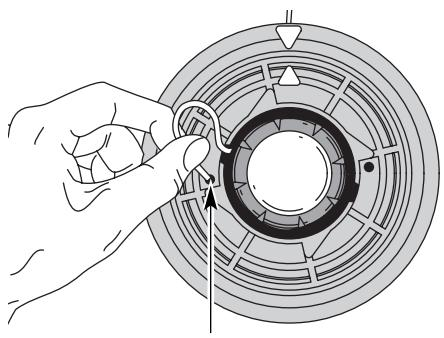

Fig. 19
5. Inserte la línea en el orificio de cierre. No empuje la línea más de 12,7 mm (1/2 pulgada) dentro del orificio de cierre. Cuando la línea está bien insertada, formará un bucle pequeño (Fig. 19).